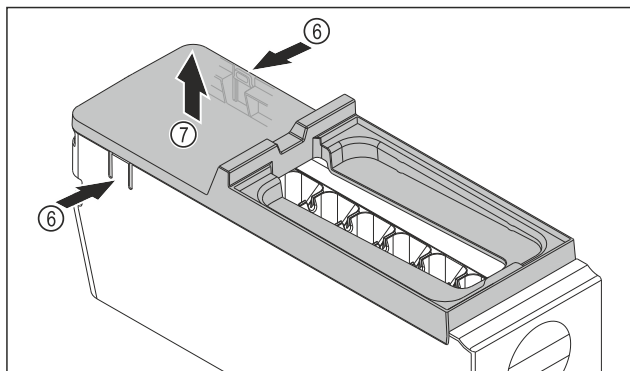

Fig. 90
- ▶ Wyjmowanie osłony korpusu EasyTwist-Ice: Docisnąć jedną ręką nakładki Fig. 90 (6) po obu stronach korpusu EasyTwist-Ice.
- ▶ Drugą ręką wyjąć osłonę Fig. 90 (7) ku górze.